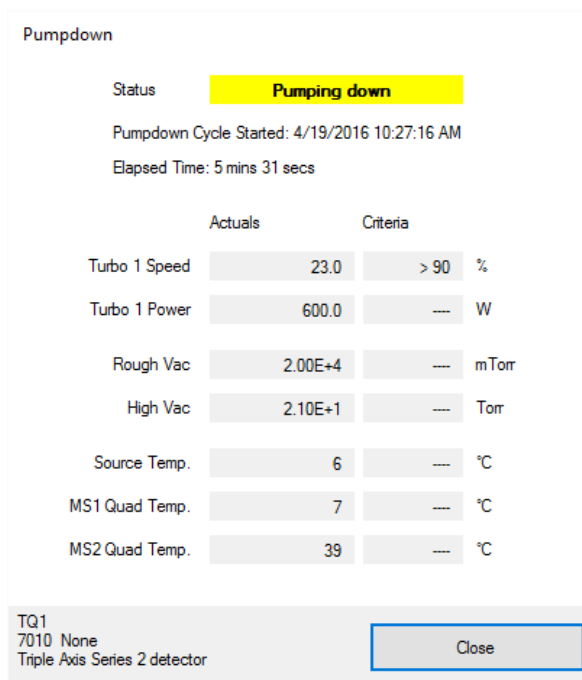

Figure 41. État de mise sous vide
- 14 La boîte de dialogue **Pumpdown** (Mise sous vide) s'affiche. (Voir **Figure 41**.) Le système invite à vérifier que la vanne de mise à la pression atmosphérique est bien fermée.